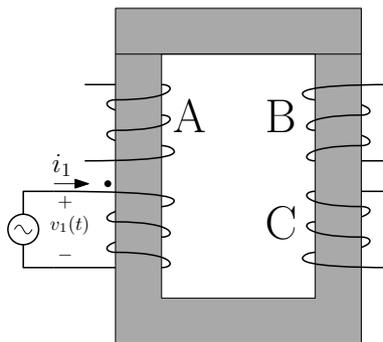

Figura 6.7: Transformador com múltiplos enrolamentos
- a) Utilize o ponto para indicar a polaridade das bobinas A, B e C do transformador da Figura 6.7.